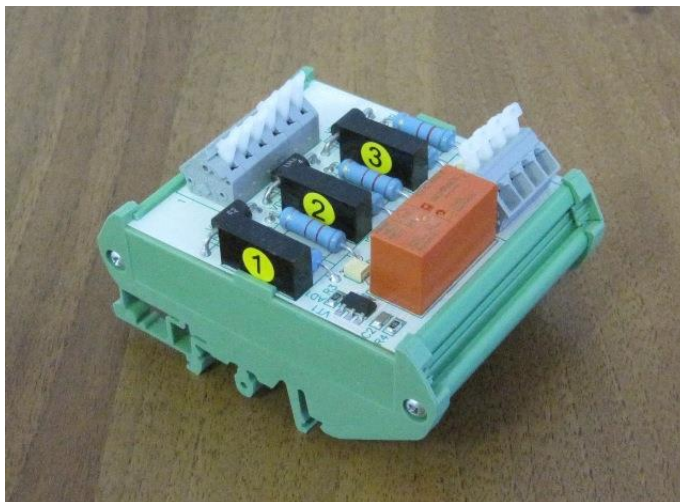

Рис. 3 – Реле контроля соленоидов РКС
- Реле контроля соленоидов РКС (АВМР.423141.001) – предназначено для контроля целостности цепи соленоидов высоковольтного выключателя, имеет три канала: для контроля соленоида включения и 2-х соленоидов отключения. Внешний вид РКС показан на Рис. 3.